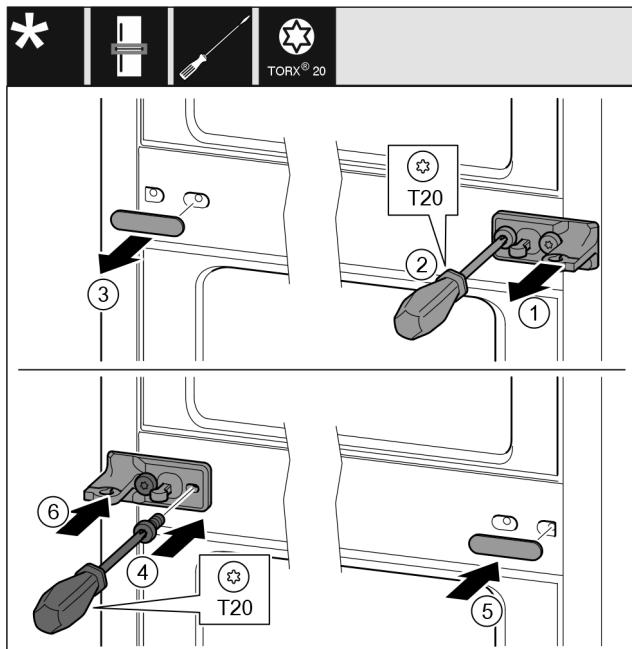

Fig. 33
- Skinite podložnu pločicu. Fig. 33 (1)
- Odvijačem T20 odvijte vijke. Fig. 33 (2)
- Oprezno skinite pokrov. Fig. 33 (3)
- Čvrsto zavijte podložak ležaja s folijom okrenuto za 180° na drugoj strani. Fig. 33 (4)
- Postavite pokrov okrenut za 180° na drugoj strani. Fig. 33 (5)
- Nataknite podložnu pločicu s prednje strane. Fig. 33 (6)